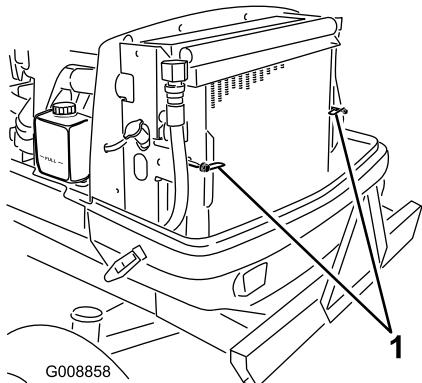

Figure 78
3. Tournez les verrous qui fixent le refroidisseur d'huile au cadre (Figure 78).